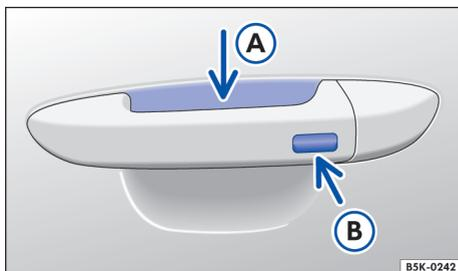

Fig. 55 Keyless Access: superfícies do sensor.
- Tocar o sensor → Fig. 55 (A) na parte interna da maçaneta da porta do condutor ou da porta do passageiro dianteiro.
- Tocar na superfície do sensor → Fig. 55 (B) na parte externa da maçaneta da porta do condutor ou da porta do passageiro dianteiro *uma vez*.
- Além disto, dentro de 5 segundos, tocar uma vez no sensor na parte externa da maçaneta da porta → Fig. 55 (B).
Para a **abertura de conforto** de todos os vidros elétricos empunhar a maçaneta da porta e manter pressionados, ao mesmo tempo, o sensor da parte interna da maçaneta → Fig. 55 (A) e a superfície do sensor (B).
Para o **fechamento de conforto** de todos os vidros elétricos manter um dedo durante alguns segundos sobre a superfície do sensor → Fig. 55 (B) no lado externo da maçaneta da porta do condutor ou do passageiro dianteiro até que os vidros estejam fechados.
Um forte jato de água ou de vapor pode ativar as superfícies dos sensores nas maçanetas se, ao mesmo tempo, uma chave do veículo válida estiver na área de aproximação. Se no mínimo um vidro estiver aberto e a superfície do sensor → Fig. 55 (B) em uma maçaneta da porta for ativada permanentemente, todos os vidros serão fechados. Se o jato de água ou de vapor se afastar brevemente da superfície do sensor → Fig. 55 (A) de uma maçaneta da porta e voltar a ser direcionado para ela, possivelmente todos os vidros se abrirão.